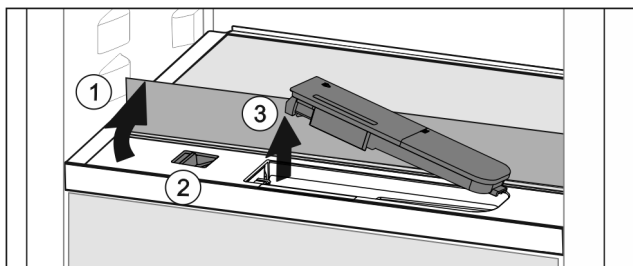

Fig. 44
- ▶ Ridicați placa de sticlă și rabatați în spate până la opritor Fig. 44 (1).
- ▶ Împingeți zăvorul Fig. 44 (2) spre stânga.
- ▶ Scoaterea rezervorului de apă Fig. 44 (3).